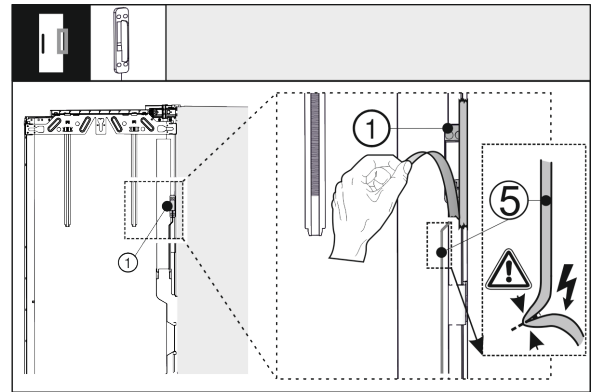

Fig. 39
- Klopfsensor Fig. 39 (1) von der Außentür lösen. Das Verbindungskabel Fig. 39 (5) nicht beschädigen.